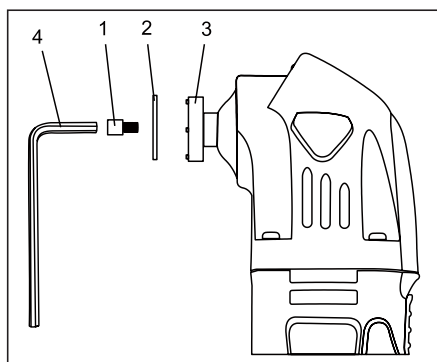

Fig. 1
1. Desfaceți șuruburile (1) și mașină de spălat (2) din port accesorii (3), prin rotirea șurubului de ceasornic . Utilizați o cheie hexagonală de 5 mm (Allen), (4) , în cazul în care șurubul este prea strâns pentru a fi scos cu mâna (Fig. 1) .